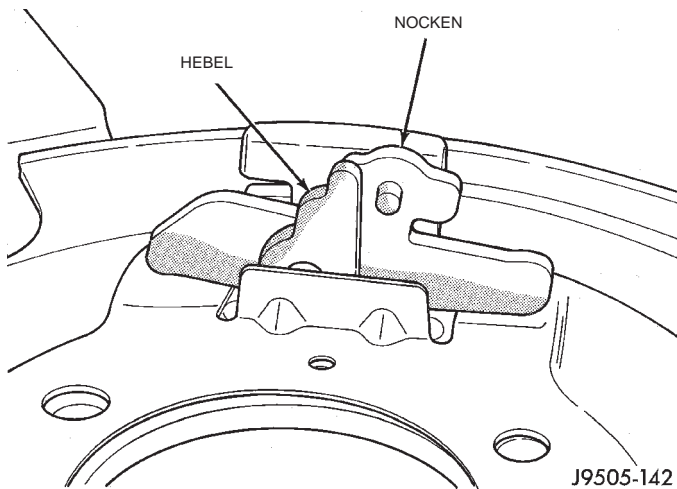

Abb. 57 Nocken und Betätigungshebel einbauen
(5) Mopar Lock N' Seal oder Loctite® 242 auf die Muttern der Achsrohrstehbolzen auftragen und die Muttern mit einem Anzugsmoment von 43–61 N·m (32–45 ft. lbs.) festziehen.
(6) Nocken und Betätigungshebel zusammensetzen und einbauen. Den Hebel in die Staubschutzmanschette einschieben und den Nocken zwischen der Wange auf dem Spritzschutzblech und dem Vorsprung am Bremssattelträger einsetzen (Abb. 57). Den Hebel in die Öse am Seilende einhängen. Darauf achten, daß die Aussparung für die Seilöse am Betätigungshebel nach hinten zeigt. Andernfalls Hebel und Nocken nochmals ausbauen und die Stellung korrigieren.